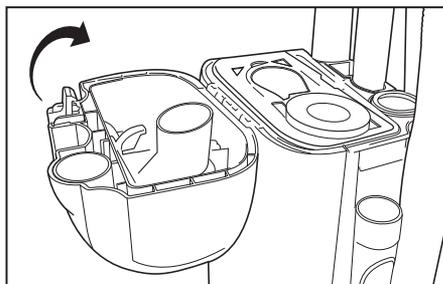

Fig. 5
- Remplacez le couvercle du compartiment à sac et appuyez sur le loquet pour bien le fixer en place (Fig. 5).